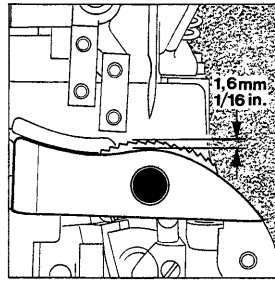
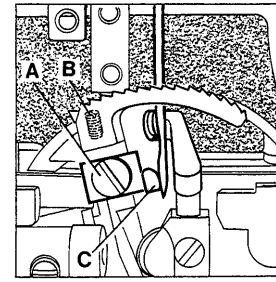

Fig.9
Fig.10
The lower feed dog is set correctly when its teeth rise slightly more than the depth of a full tooth (approx. 1.6 mm (1/16") above the throat plate (see Fig. 9). To raise or lower the feed dog loosen screw (A, Fig. 10) and set the feed dog to the specified height. Retighten screw (A). Now reset stop screw (B) in feed dog to maintain the adjusted feed dog height.
Set the needle guard (C, Fig. 10) so that it just touches the needle when it is at its most forward point of travel. To move guard forward or backward loosen screw (A) and move needle guard as required. Retighten screw.
Der untere Transporteur ist richtig eingestellt, wenn die Transporteurzähne die Stichplatte etwas mehr als eine volle Zahnhöhe (ca. 1,6 mm) überragen (siehe Fig. 9). Zum Höher- oder Tieferstellen des Transporteurs lösen Sie die Schraube (A, Fig. 10) und stellen den Transporteur auf die vorgeschriebene Höhe. Ziehen Sie die Schraube (A) wieder an. Nun stellen Sie die Anschlagsschraube (B) im Transporteur so, daß die eingestellte Transporteurhöhe erhalten bleibt.
Stellen Sie den Nadelanschlag (C, Fig. 10) so, daß er die Nadel gerade leicht berührt, wenn er am vordersten Punkt seiner Bewegung steht. Zum Verstellen des Anschlags nach vorne oder hinten lösen Sie die Schraube (A) und stellen den Anschlag entsprechend ein. Ziehen Sie die Schraube wieder an. **BEACHTEN SIE:** Mit der Schraube (A) wird gleichzeitig der untere Transporteur befestigt. Beachten Sie deshalb beim Einstellen des Nadelanschlags, daß die Transporteurhöhe nicht verändert wird.